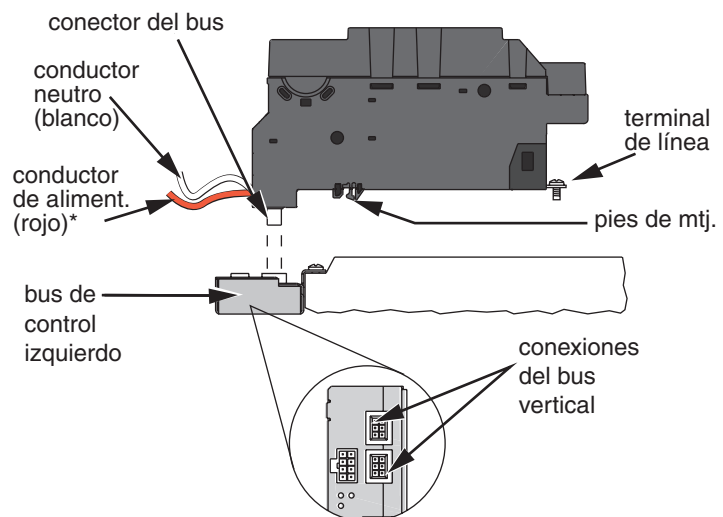

Figura 1: Instalación del suministro de energía
3. Inserte los conectores del bus del suministro de energía en las conexiones verticales del bus de control izquierdo (vea la Figura 1).